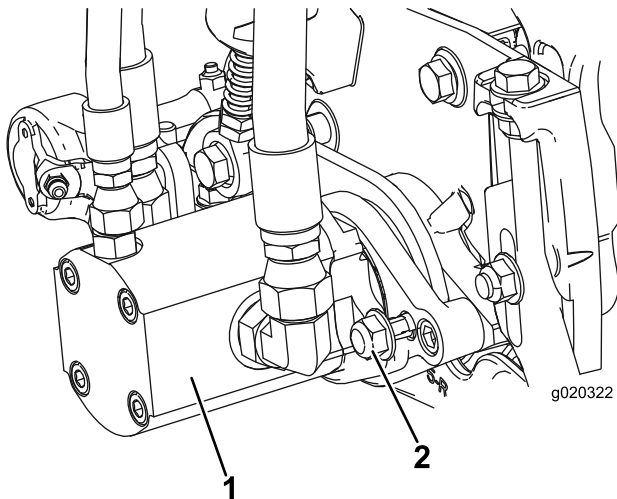

図 10
15. モータを右にひねってモータフランジのロックナットをかわしながらモータを取り付ける（図 10）。モータを左にひねってフランジをナットに噛み込ませてセットし、ナットを締め付けて固定する。